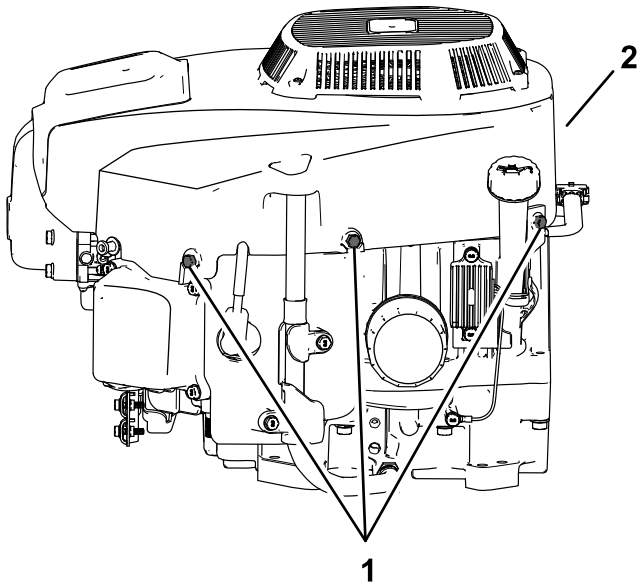

Figure 42
- Desserrez les boulons et déposez le carter du ventilateur (Figure 42).